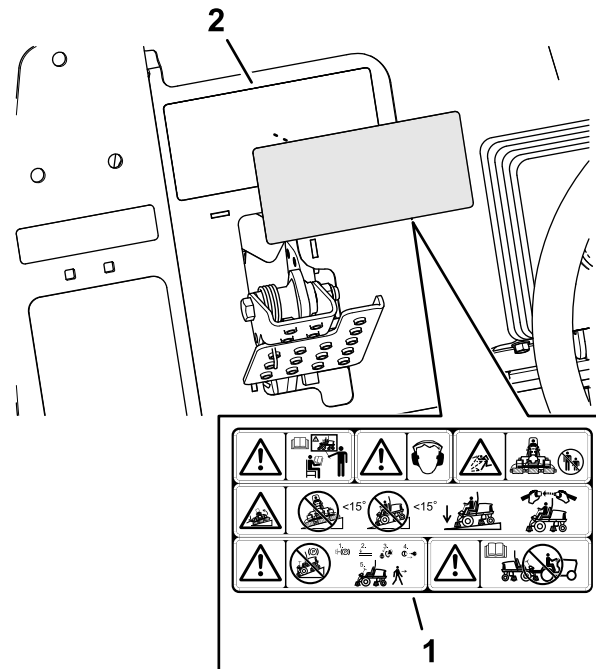

Figura 39
1. Utilice alcohol y un trapo limpio para limpiar la superficie de la pegatina de advertencia 133-2930, y deje que la pegatina se seque (Figura 39).